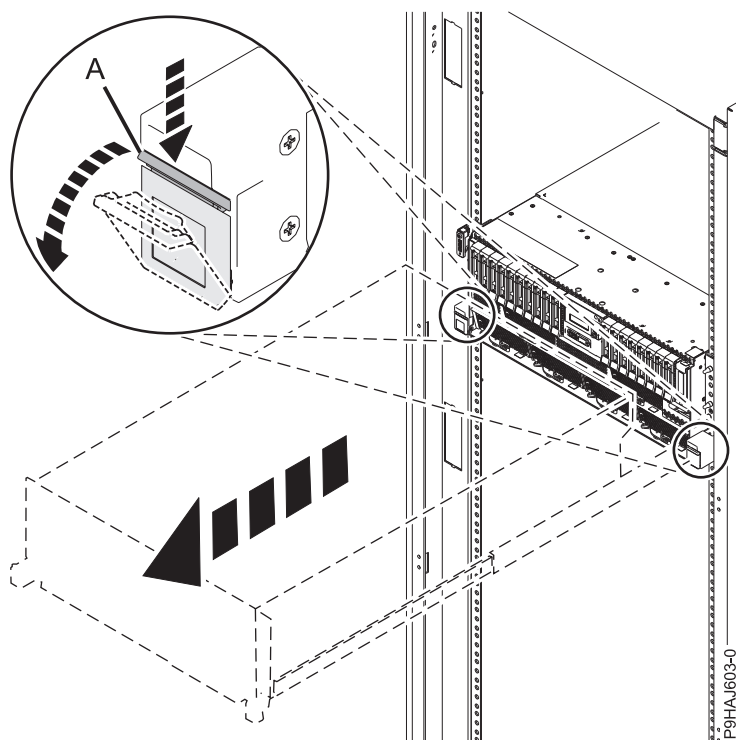

Figura 67. Cómo abrir los pestillos laterales
2. Para un sistema montado en bastidor, abra los pestillos laterales (A) y tire de ellos para deslizar la unidad del sistema completamente en la posición de servicio, hasta que los laterales queden fijos y también la unidad del sistema. Asegúrese de que los tornillos del interior de los pestillos no estén fijados en el bastidor. Vea la Figura 67 en la página 88.